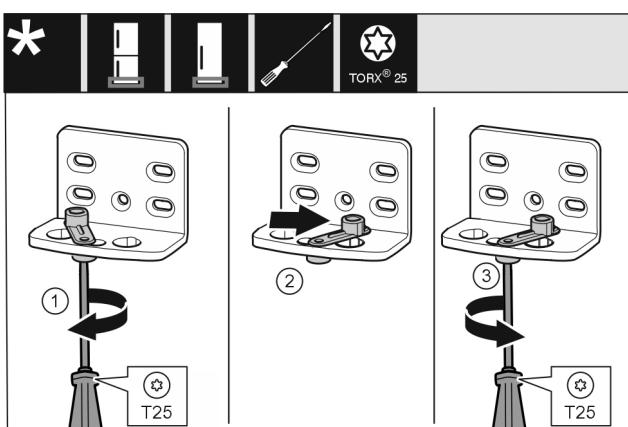

Fig. 13
- Lironi plotësisht vidën Fig. 13 (1) me një kaçavidë.
- Ngrini lart ndihmën e mbyllijes së derës Fig. 13 (2) dhe rrotullojeni brenda vrimës me 90° nga e djaththa.
- Mbërtheni fort vidën Fig. 13 (3) me kaçavidë.